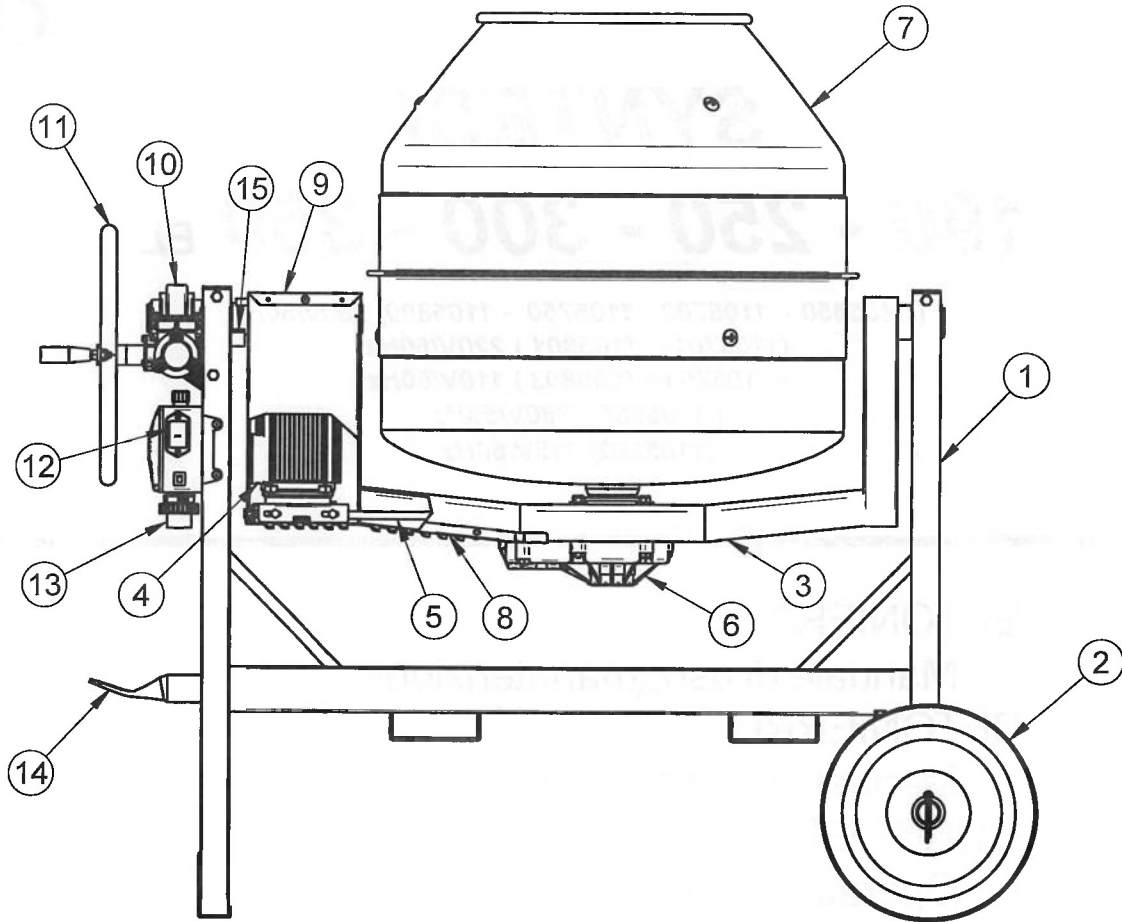

FIG.1
La hormigonera está compuesta por un bastidor (ref.1, fig.1) con dos ruedas rígidas (ref.2, fig.1), el cual sostiene un brazo oscilante (ref.3, fig.1).
Sobre éste último se encuentra montado el reductor (ref.6, fig.1), que viene puesto en movimiento por el motor eléctrico (ref.4, fig.1) mediante una correa poly-V (ref.5, fig.1).
Sobre el árbol de salida cónico del reductor está acoplada la cuba de mezcla (ref.7, fig.1), bloqueada en posición con un tornillo.
El vuelco del tambor se efectúa por medio de la rotación manual del volante (ref.11, fig.1), que actúa sobre el reductor rueda helicoidal-tornillo sinfin (ref.10, fig.1) conectado al brazo.
El encendido y la parada del motor eléctrico se realizan por medio de dos pulsadores específicos presentes en el cuadro eléctrico (ref.12, fig.1).
En el cuadro eléctrico se encuentra el enchufe (ref.13, fig.1) para la conexión a la alimentación eléctrica.
Para el desplazamiento en la obra (con máquina descargada) se debe usar la manija (ref.14, fig.1).
! - Para detener la hormigonera se ha de utilizar exclusivamente el interruptor específico (ref.12, fig.1).
! - Si se quitan las cubiertas de protección para efectuar las reparaciones, al final del trabajo es imprescindible volver a montarlas (rif.8 y 9 fig.1)
Para evitar que el cable de alimentación del motor eléctrico se retuerza y se dañe, está montado un tope (rif.15, fig.1) que impide la rotación completa del tambor mezclador.
En la hormigonera IMER los puntos peligrosos están protegidos con dispositivos de seguridad específicos, que deben mantenerse en condiciones perfectas y estar siempre montados; por ejemplo, la cubierta de la correa de transmisión (rif.8, fig.1).
! - El vuelco de la cuba de mezcla tiene un tope de parada (ref.15, fig.1) para impedir la rotación completa y, por lo tanto, evitar que se dañe el cable eléctrico de conexión al motor. No acercar partes del cuerpo a dicha zona durante la inclinación.